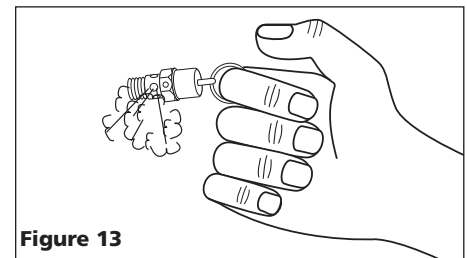

Figure 13
- b. Porter des lunettes de sécurité, tirer l'anneau sur la soupape de sûreté pour dégager la pression du réservoir du compresseur. Il faut se protéger de l'air se déplaçant rapidement et pouvant être déagagé, ne permettez pas à l'air se déplaçant rapidement d'être dirigé vers votre visage (voir la Figure 13).